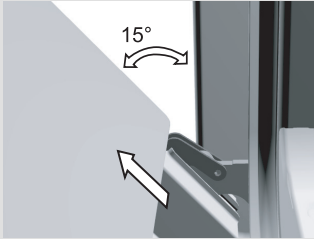

Figure 3
- Puis fermez lentement la porte jusqu'à ce que les loqueteaux soient en appui contre les supports. Lorsque la porte forme un angle de 15° par rapport à sa position fermée, soulevez-la légèrement et déboîtez-la des supports des charnières (figure 3).